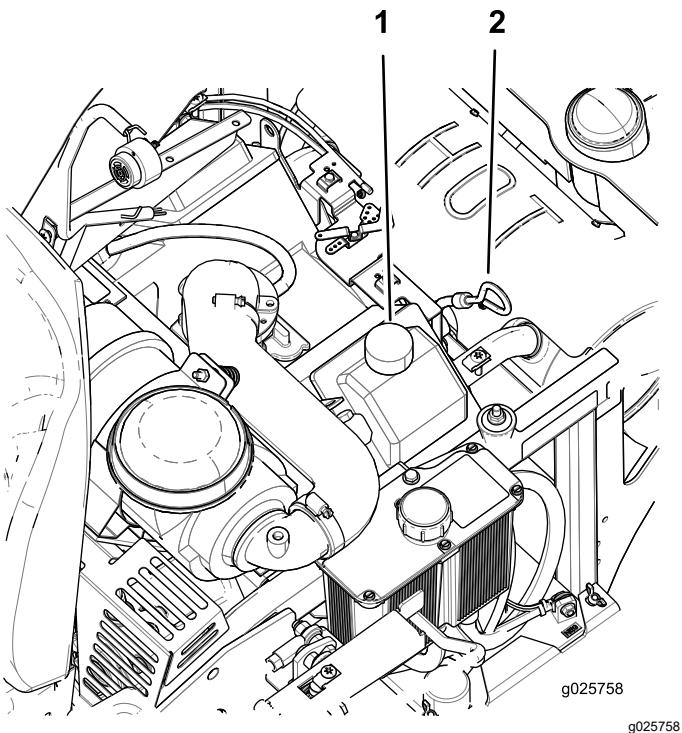

Figure 36
- Pour éviter de faire tomber de l'herbe, de la poussière, etc., dans le moteur, nettoyez la surface autour du bouchon de remplissage-jauge d'huile, avant de l'enlever (Figure 36).
- Si le niveau d'huile est trop bas, essuyez la surface autour du bouchon de remplissage, retirez le bouchon et faites l'appoint d'huile jusqu'à ce que le niveau atteigne le repère **maximum** sur la jauge (Figure 36).
5. Versez lentement environ 80 % de l'huile spécifiée dans le tube de remplissage, puis faites l'appoint lentement jusqu'à ce que le niveau atteigne le repère maximum (**Full**) sur la jauge (Figure 36).
6. Démarrez le moteur et conduisez la machine jusqu'à une surface plane et horizontale. Vérifiez à nouveau le niveau d'huile (Figure 36).